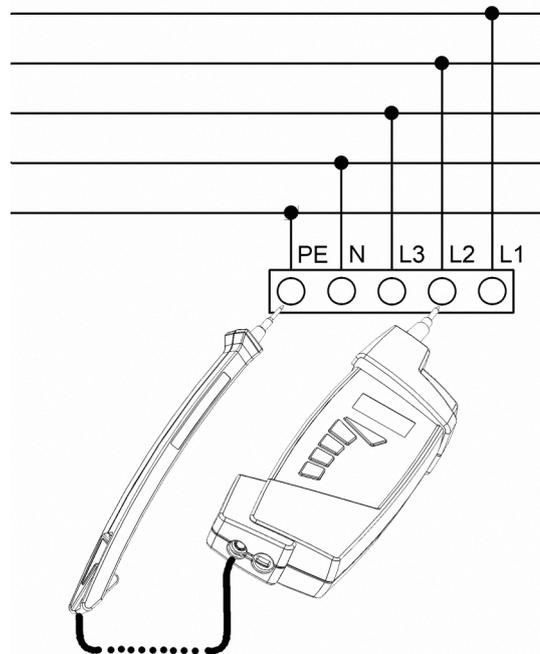

Imagen 3.12 Ejemplo de conexión Medida de la impedancia en bucle L2–PE
- ⇒ Desconecte la punta de prueba de **N** y conéctela con **PE** (ver imagen 3.12)